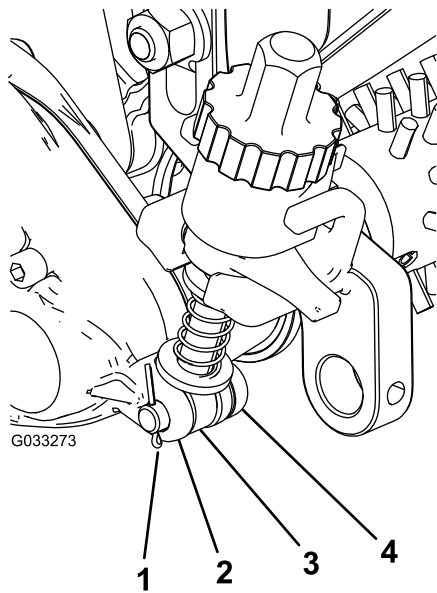

Figura 19
3. Introduzca la varilla del conjunto de brazo de ajuste, situado cerca de la caja de transmisión del groomer, en el hueco de la caja de transmisión y sujételo con un pasador de ajuste y una chaveta (**Figura 19**).